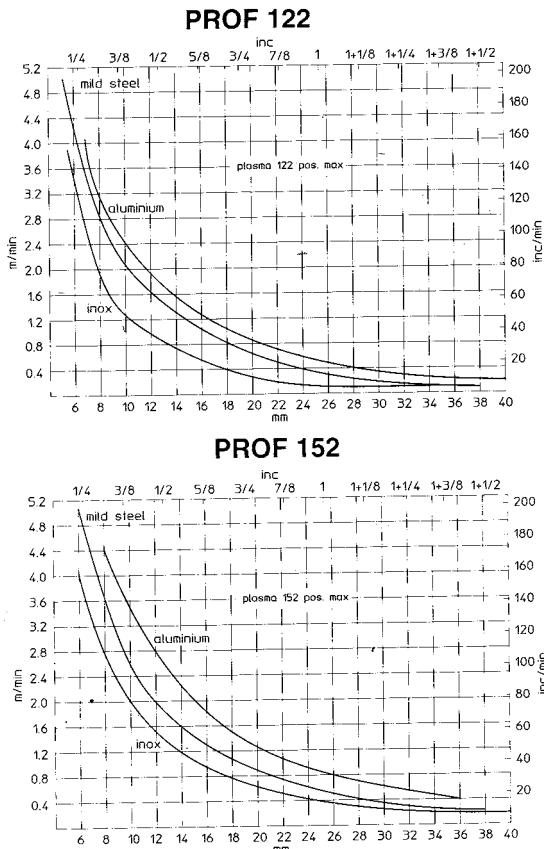

fig. 9
- Epaisseur de la pièce trop élevée (voir le diagramme de la vitesse de coupe et des épaisseurs fig. 9).